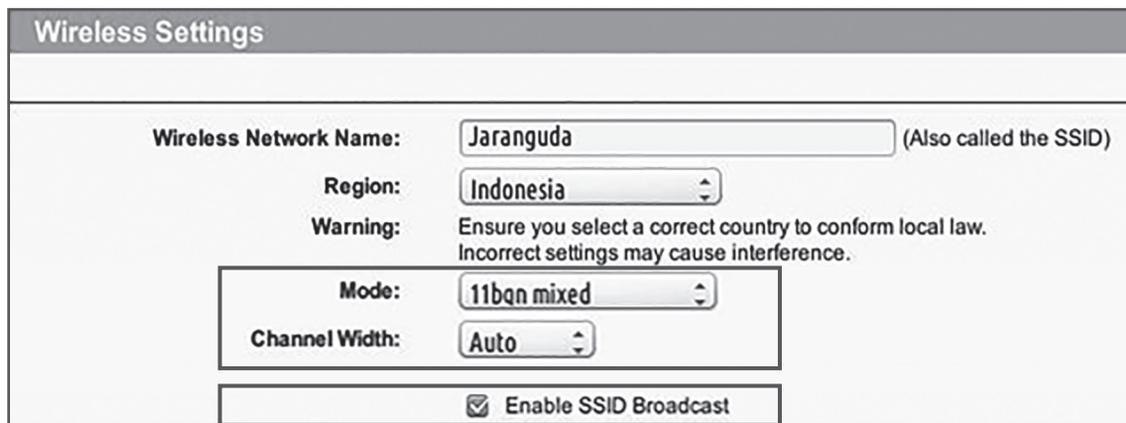

Fig. 1
2. Assurez-vous que le mode 802.11 de votre routeur du réglage sans fil est **b/g/n mélangés**. (Voir Fig. 1)
3. Assurez-vous que votre canal/largeur de bande de réglage sans fil de routeur est **Auto ou 20M ou 20M mélangés 40M**. (Voir Fig. 1)
4. Assurez-vous que votre routeur **active la fonction SSID Broadcast** de la connexion de la machine à l'application et que vous pouvez la fermer après vous être connecté avec succès. (Voir Fig. 1)